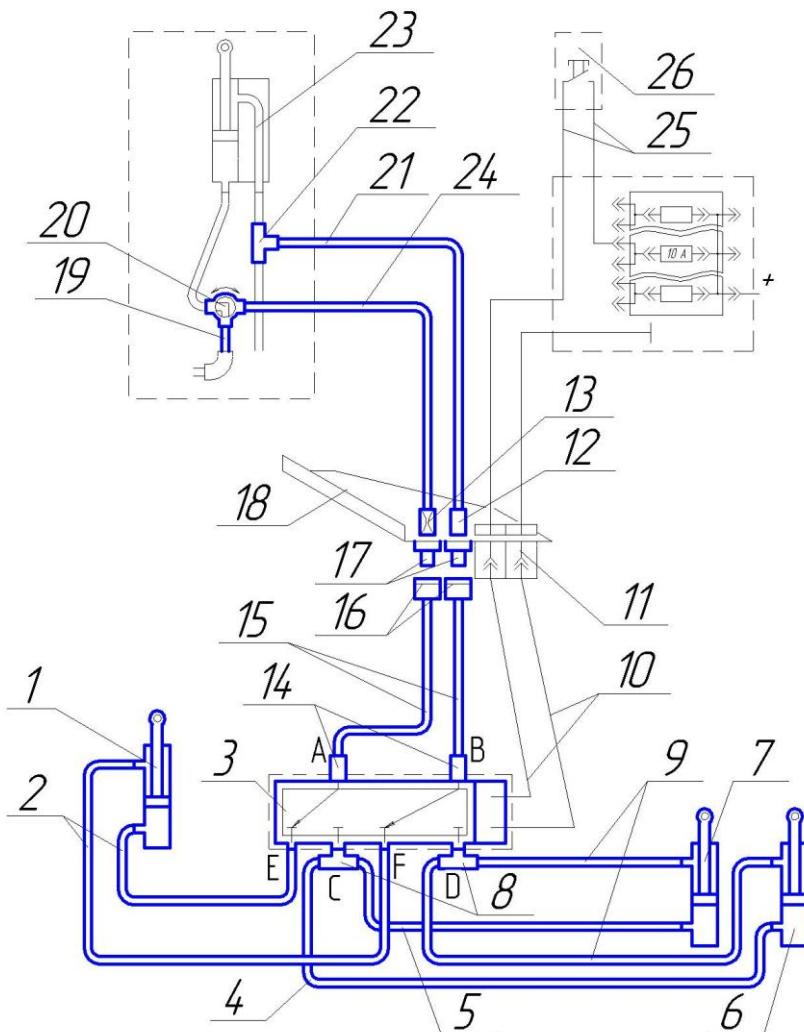

Рисунок 2.
Для питания гидроцилиндров 1, 6, 7 управления трубой погрузочной используется магистраль гидроцилиндра 23 задней навески трактора (рис.2).
Подключение трубы погрузочной к общей гидросистеме трактора и, навешенного на него снегоуборщика СУ-2.1 ОМ, осуществляется посредством замены рукавов высокого давления управления козырьком штатной трубы-метателя СУ-2.1 ОМ (поз. 24 см. рис 3 руководства СУ-2.1 ОМ) на рукава 15 (рис. 2).
2. Проложить кабель 25 (рис.2), таким образом, чтобы конец, идущий к розетке 11, проходил с левой стороны трактора, под капотом наряду с другими кабелями, а конец с кнопкой выходил с правой стороны щитка приборов.